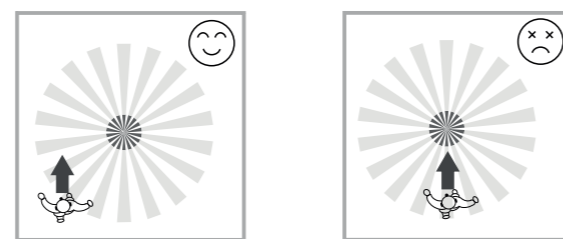

Figure 2
3.1.2 Soyez attentif au test de marche. Le détecteur est plus sensible aux mouvements à travers les segments et moins lorsque le mouvement s'effectue vers le segment. (Voir figure 2).